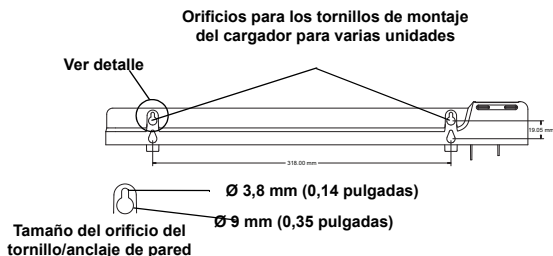

Figure 3: Características del montaje en pared
2. Para medir y marcar los orificios, utilice las dimensiones que se muestran en la Figure 3.